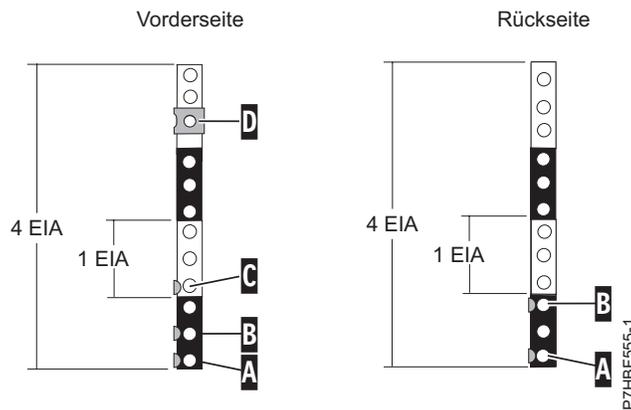

Abbildung 2. Bohrungen an der Vorder- und Rückseite des Rackrahmens markieren
1. Stellen Sie sich vor die Vorderseite des Racks und suchen Sie auf der rechten Seite die untere EIA-Einheit, die von Ihrer Erweiterungseinheit belegt wird. Notieren Sie sich die EIA-Position. Verwenden Sie Klebeband, einen Marker oder einen Stift, um die untere Bohrung dieser EIA-Einheit mit einem **A** zu markieren. Markieren Sie das Rack so, dass die Markierung auch von der Rückseite des Racks aus sichtbar ist (siehe Abb. 2 auf Seite 5).
2. Beginnen Sie an der Bohrung mit der Markierung **A**, zählen Sie eine Bohrung nach oben und bringen eine zweite Markierung **B** an. Markieren Sie das Rack so, dass die Markierung auch von der Rückseite des Racks aus sichtbar ist (siehe Abb. 2).
3. Beginnen Sie an der Bohrung mit der Markierung **B**, zählen Sie zwei Bohrungen nach oben und bringen Sie eine dritte Markierung **C** an (siehe Abb. 2).
7. Beginnen Sie an der Bohrung mit der Markierung **A**, zählen Sie zwei Bohrungen nach oben und bringen Sie eine zweite Markierung **B** an (siehe Abb. 2).